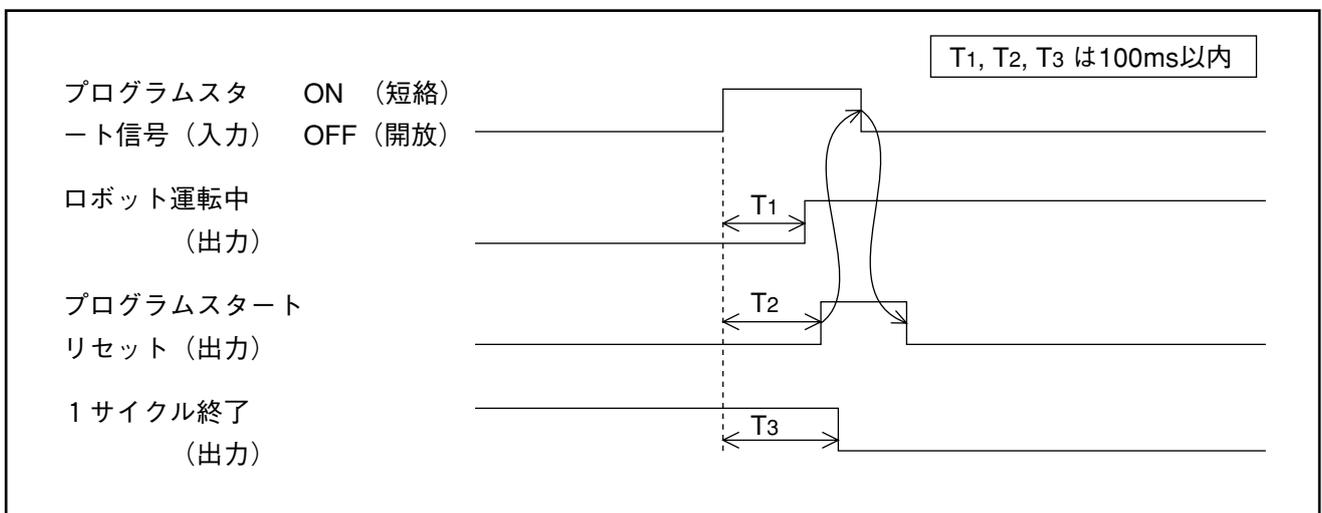

図5-34-1 プログラムスタート信号立ち上げの出力信号のタイミング
**注意：**プログラムスタート信号を入力してから、ロボット運転中、プログラムスタートリセット、1サイクル終了の順番で出力信号は変化します。（図5-34-1のT1→T2→T3） このときの出力信号変化は、プログラムスタート信号を立ち上げて（ON）から100ms以内に起ります。（図5-34-1）